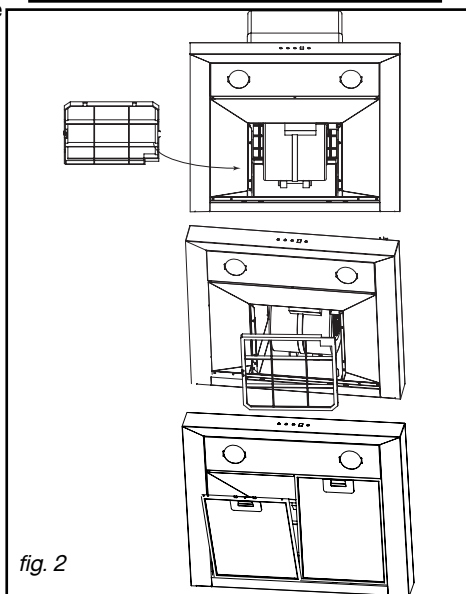

fig. 2
- Retire el filtro modular (fig. 2).